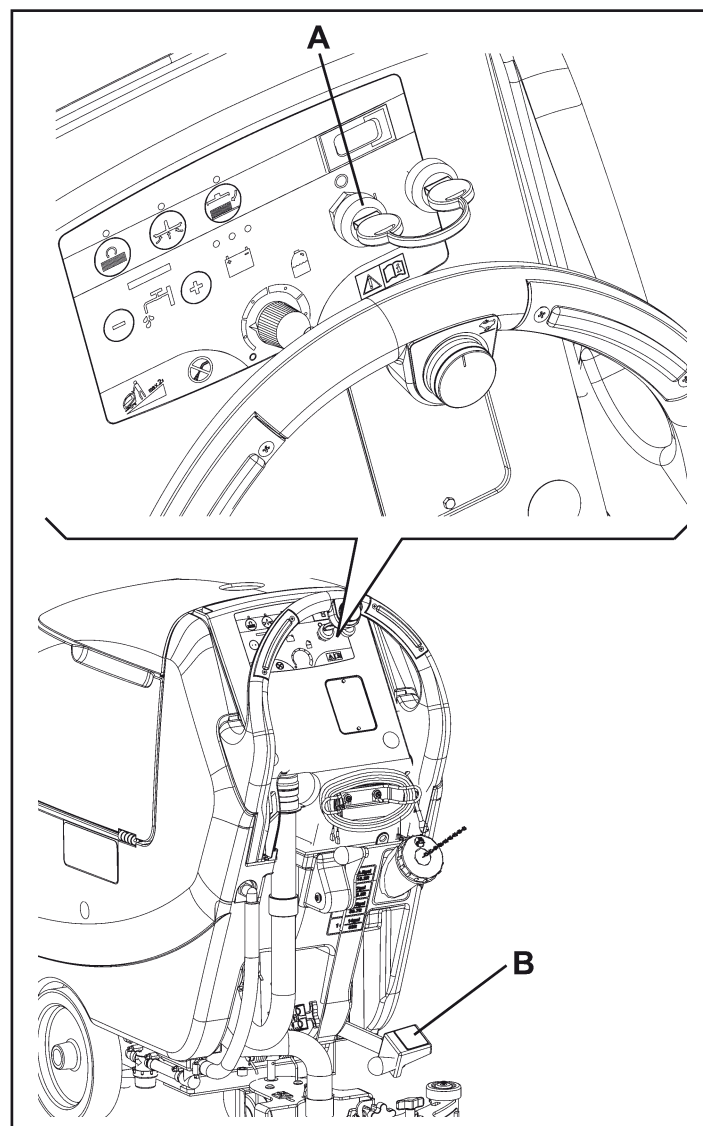
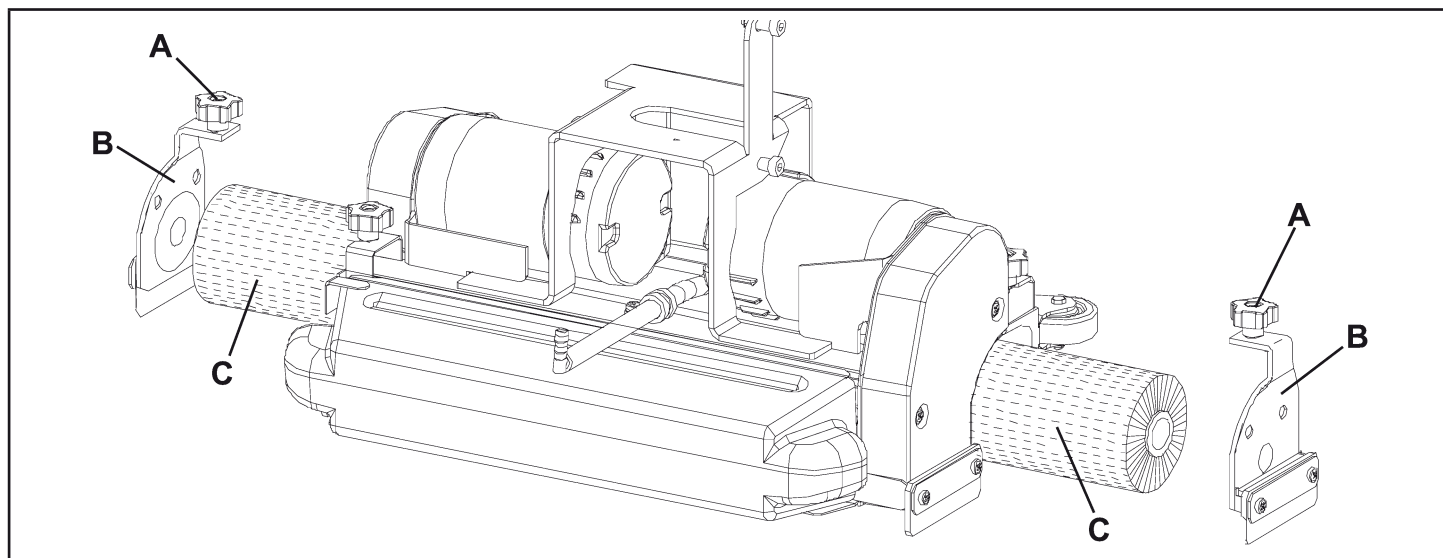

Figure 11
Figure 12
1. Tourner la clé de contact (A, Fig. 11) sur "0".
2. Soulever la tête porte-brosses cylindriques en appuyant sur la pédale (B).
3. Tourner les boutons (A, Fig. 12) et déposer les portillons (B) en les poussant vers le bas et en exerçant une pression sur les boutons.
4. Insérer les brosses cylindriques (C).